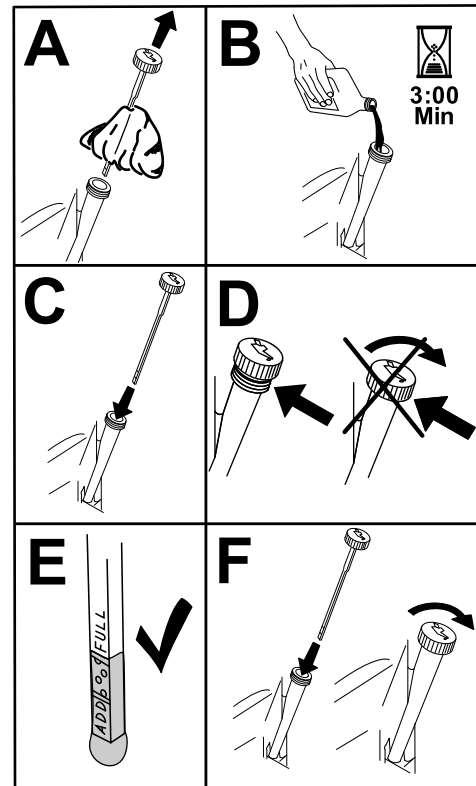

Figure 46
6. Versez lentement environ 80 % de l'huile spécifiée dans le tube de remplissage, puis faites l'appoint lentement jusqu'à ce que le niveau atteigne le repère maximum (Full) (Figure 46).